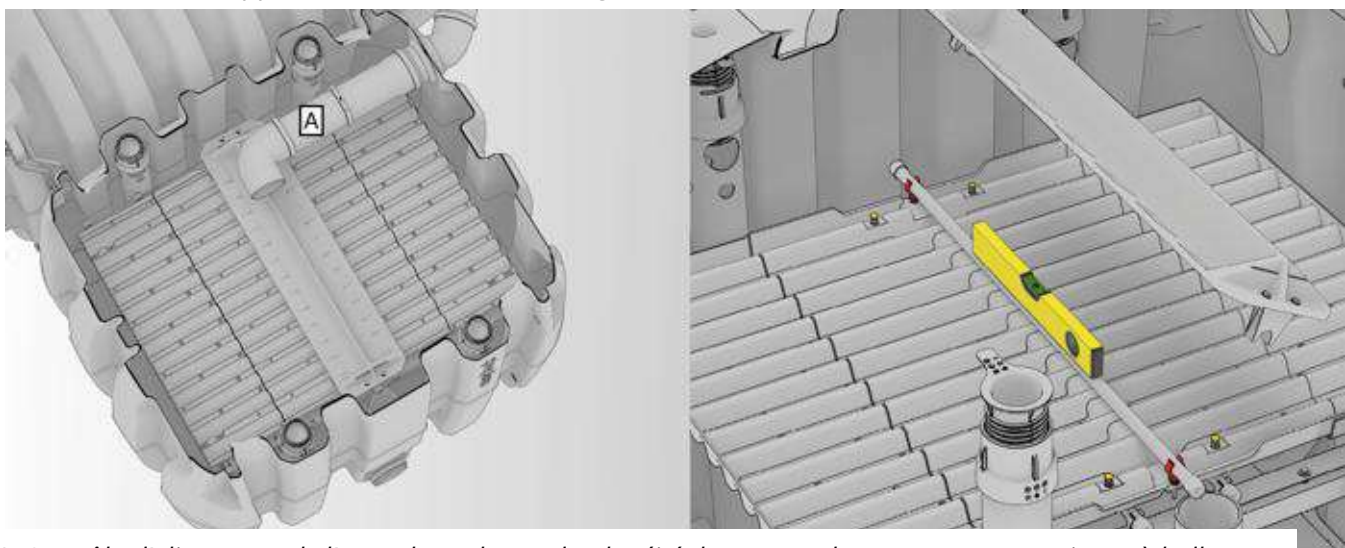

Fig. 41: Contrôler l'alignement de l'auget basculant et la planéité de son axe de support avec un niveau à bulles
- Contrôler que le système de répartition est correctement aligné par rapport à la conduite de trop-plein (A).
- L'axe médian de l'auget basculant doit se trouver aligné sur la conduite de trop-plein (A).
- Si nécessaire, ajuster la position de la conduite de trop-plein (A).
- Poser un niveau à bulle dans le sens transversal sur l'axe de support de l'auget basculant (voir Fig. 41).